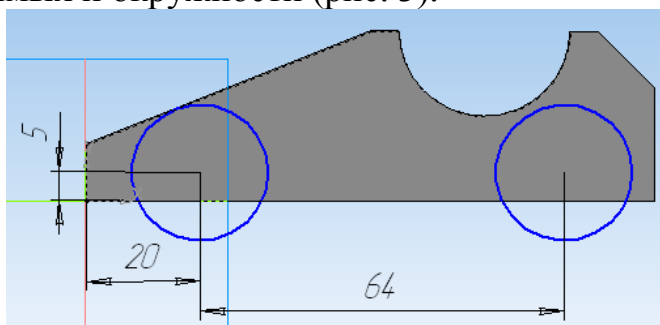

Рис. 3
3. Выделите грань и зайдите в *Эскиз*. Постройте эскиз с помощью параллельных прямых и окружности (рис. 3).